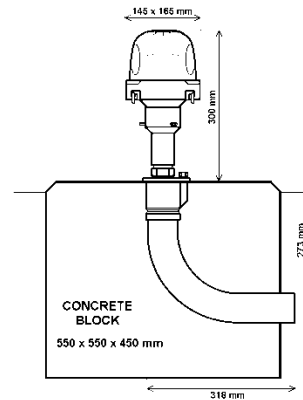

FIG 2
- On conduit elbow, see FIG 2.